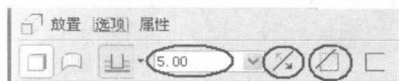
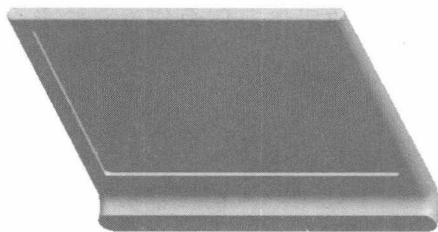

图1-31 设置拉伸切除参数
图1-32 产生拉伸切除
19. 单击绘图工具栏中的剖面确定按钮 , 结束剖面绘制。在如图 1-31 所示的拉伸特征操作栏中输入切除深度为“5”, 按 **Enter** 键确认; 单击拉伸方向切换按钮 , 使其朝实体内侧拉伸切除; 单击切除实体按钮 , 单击  按钮, 结果如图 1-32 所示。